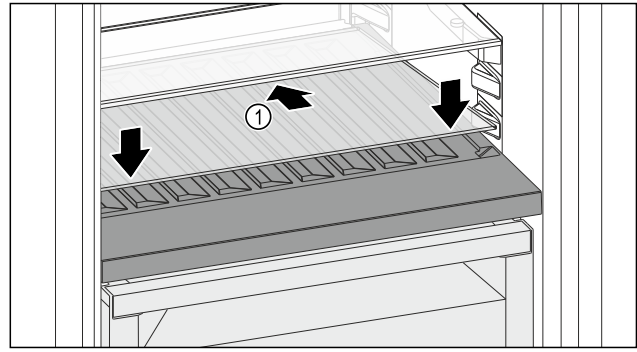

Fig. 115
- ▶ Posizionare il ripiano di vetro Fig. 115 (1) inclinato indietro e verso il basso.
- ▶ Abbassare la parte anteriore del ripiano di vetro Fig. 115 (1).